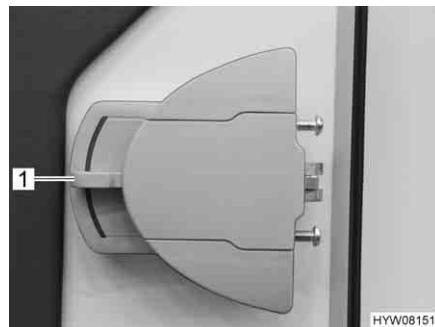

Fig. 35 Serratura della porta, lato interno
- Premere la maniglia della porta (Fig. 35,1) verso il basso.
- Ruotare la maniglia della porta (Fig. 35,1) per circa 45° verso l'alto e lasciarla in questa posizione.